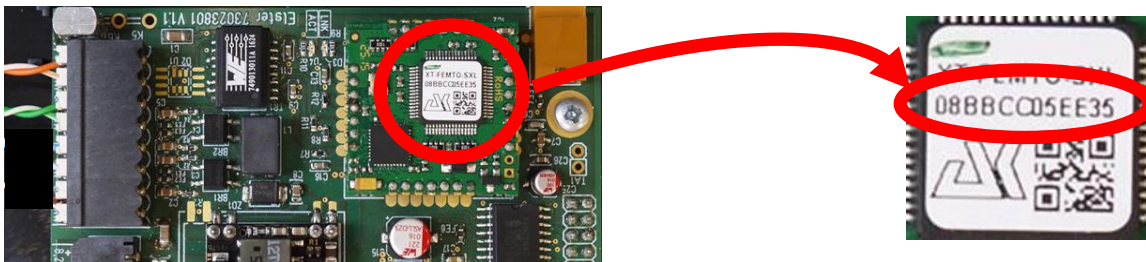

Abb. 20: MAC-Adresse des iCE260-Ethernet
**i** Die für DHCP mit fest zugewiesener IP-Adresse notwendige MAC-Adresse der Ethernet-Schnittstelle finden Sie auf dem Aufkleber auf dem Board (⇒ Abb. 20):